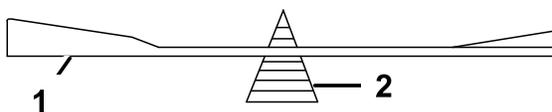

Bild 49
2. Prüfen Sie die Auswuchtung des Schnittmessers auf einer Ausgleichsmaschine (Bild 49).